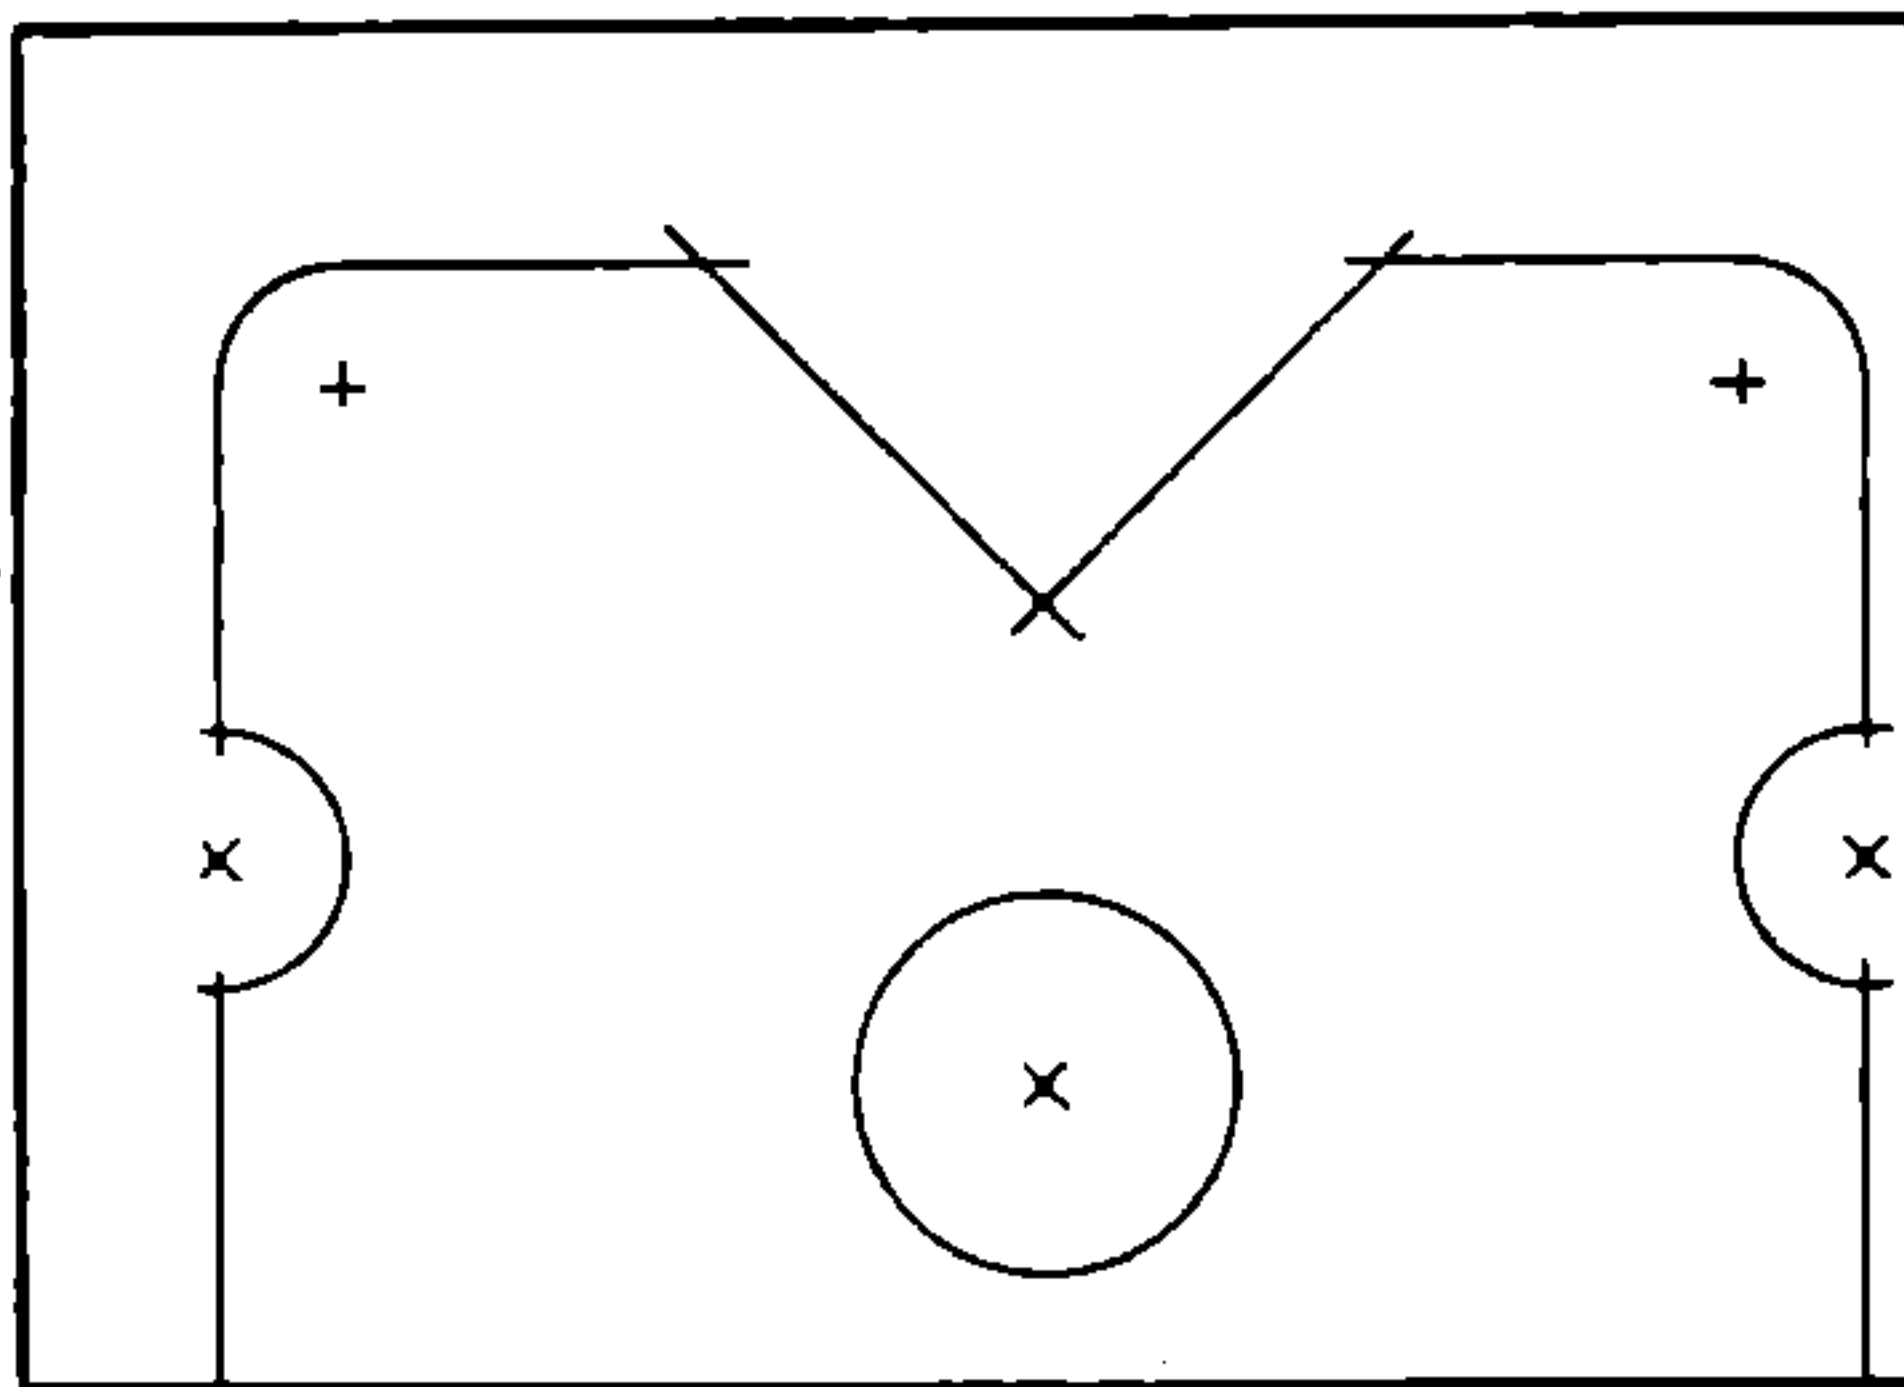

Bild 27 Angerissenes Deckblech ohne Kontrollkörnungen
10. Zeichne auf den Rißlinien (Bild 27) die Kontrollkörner ein!